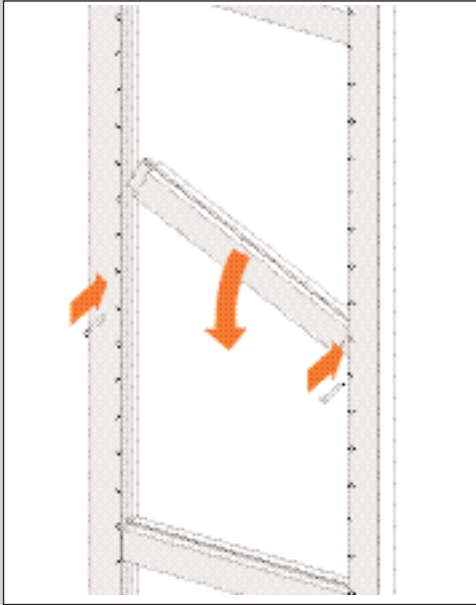

ABBILDUNG 8
2. Setzen Sie den verstellbaren Riegel über den Stiften in den Ständer (siehe Abb. 8).